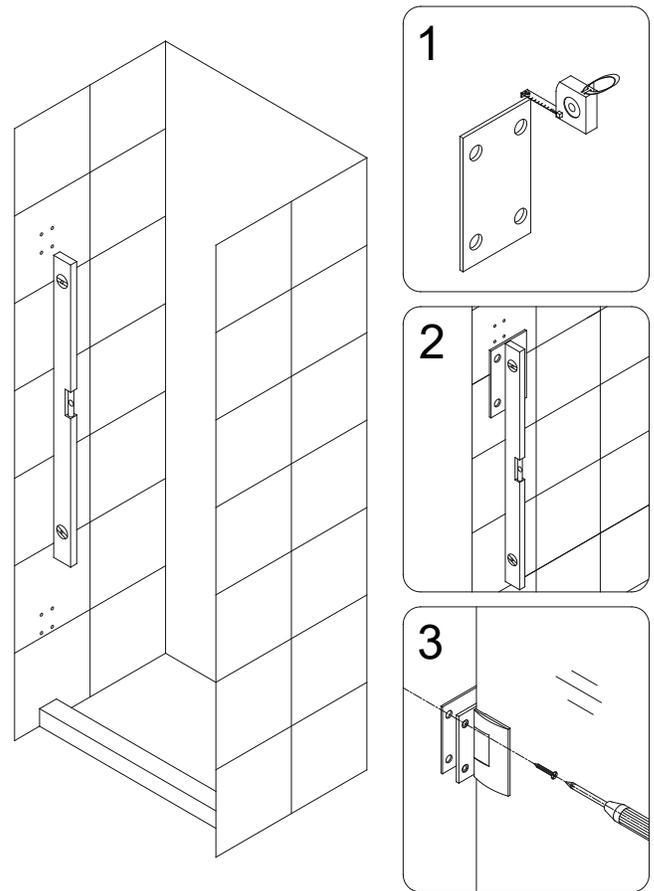

Fig. 4
Les entretoises de charnière en PVC (N° 31) sont fournies pour compenser les conditions mineures de mur en faux aplomb. Utilisez uniquement si nécessaire, car leur utilisation pourrait changer la taille de l'ouverture de votre douche. Veuillez-vous référer à la figure 4 pour un exemple d'installation*.
4. Remplacez la **porte vitrée (N° 01)** sur le seuil avec les cales de 16 mm et fixez les charnières au mur à l'aide de **vis à tête plate ST5×70 (N° 04)** en débutant par la charnière à l'extérieur de la douche. Ouvrez ensuite la porte et installez les autres vis sur les deux plaques murales depuis l'intérieur. **(Fig 3 and Fig 4)**